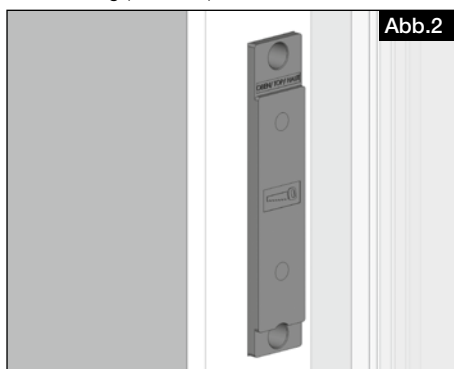

Abb.2
1. Überstand des Putzrahmens vom Laibungselement entfernen, z.B. mit einem Multifunktionswerkzeug (s. Abb. 2).
1. Remove the overhang of the plaster frame from the soffit element, e.g. with a multifunctional tool (see Fig. 2).
1. Enlever le cache du cadre de la grille murale extérieure, par exemple avec un outil multifonction (voir fig. 2).